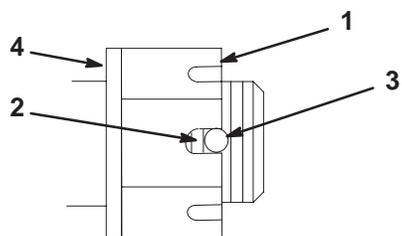

Figure 59
3. Serrez le boulon crénelé à 170 Nm (Fig. 59).
4. Contrôlez la distance entre la base de la fente de l'écrou et le bord intérieur du trou. On ne doit pas voir plus de deux filets (Fig. 59).
5. Si plus de deux filets sont visibles, enlevez l'écrou et placez une rondelle entre le moyeu et l'écrou (Fig. 59).
6. Serrez l'écrou crénelé à 170 Nm (Fig. 59).
7. Serrez l'écrou jusqu'à ce que le jeu de fentes suivant soit en face du trou de l'axe (Fig. 59).